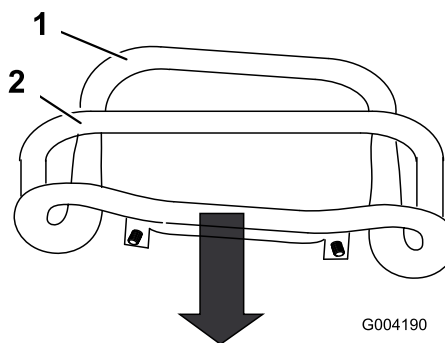

Figura 48
3. Tirare all'indietro il comando della trazione, spostandolo con un movimento rettilineo, in modo che la parte anteriore del comando venga a contatto con la barra di riferimento (Figura 48).